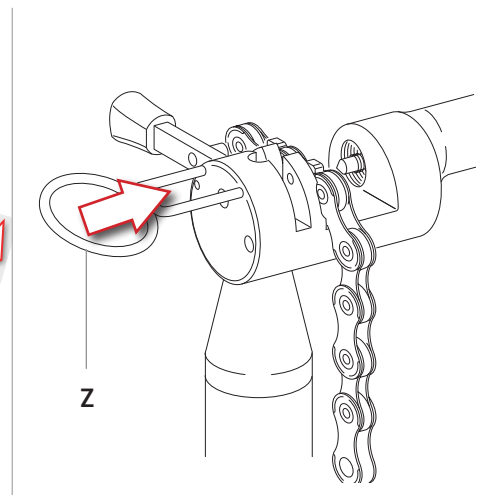

Fig.6
- bloquez le maillon à l'aide du dispositif de blocage approprié (Z) (Fig. 6);